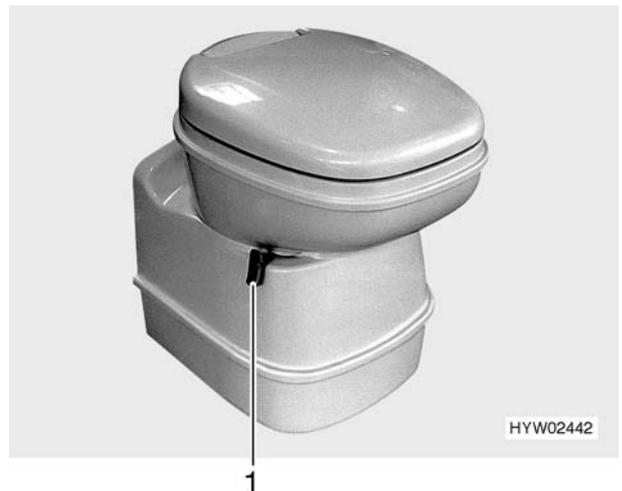

Fig. 82 Tazza del WC Thetford
- Prima di tirare l'acqua, aprire il cursore della toilette Thetford. A tal fine girare la leva del cursore (Fig. 82,1) in senso antiorario.
- Dopo aver tirato l'acqua chiudere il cursore. Girare la leva del cursore (Fig. 82,1) in senso orario.
- Girare la leva del cursore (Fig. 82,1) in senso orario. Il cursore viene chiuso.